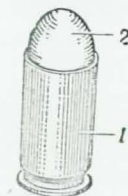

Рис. 5. 9-мм пистолетный патрон:
6. 9-мм пистолетный патрон (рис. 5) состоит из гильзы, капсюля, порохового заряда и пули.